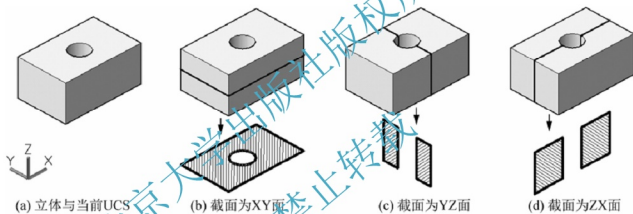

图 12-24 指定当前 UCS 的坐标面为截平面
(4) 【XY(XY)/YZ(YZ)/ZX(ZX)】: 将截平面与当前用户坐标系(UCS)的 XY、YZ 或 ZX 平面对齐, 并指定一点定义截平面的位置, 如图 12-24 所示。